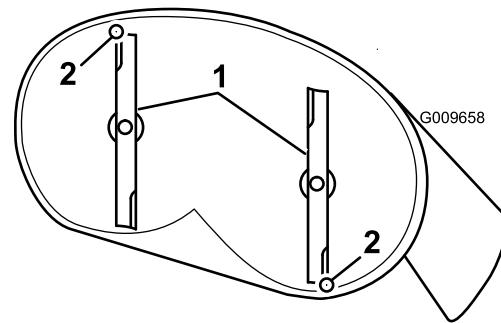
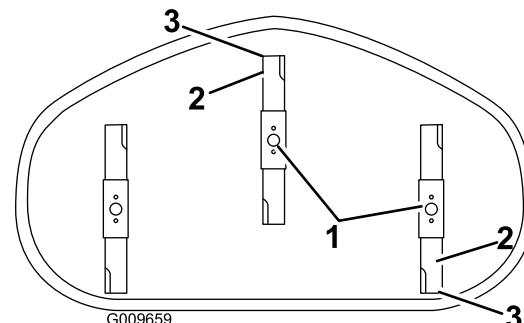

Figura 63
Figura 64
4. Girate con cautela le lame in modo che siano disposte longitudinalmente (Figura 63 e Figura 64).
5. Misurate il valore dalla punta della lama anteriore e dalla punta della lama posteriore alla superficie piana (Figura 63 e Figura 64).
9. Dopo la regolazione, ricontrollate l'inclinazione longitudinale e continuate la regolazione del dado finché la punta della lama anteriore non è più bassa di 1,6-7,9 mm rispetto a quella posteriore (Figura 63 e Figura 64).